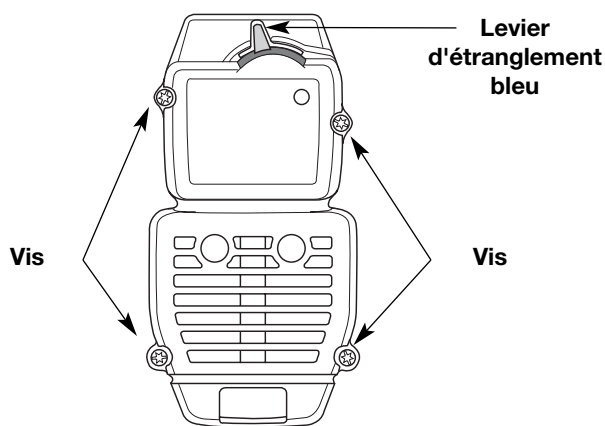

Fig. 24
2. Insérez les quatre (4) vis dans les trous du filtre à air/couvercle du silencieux (Fig. 24) et vissez sans trop serrer.